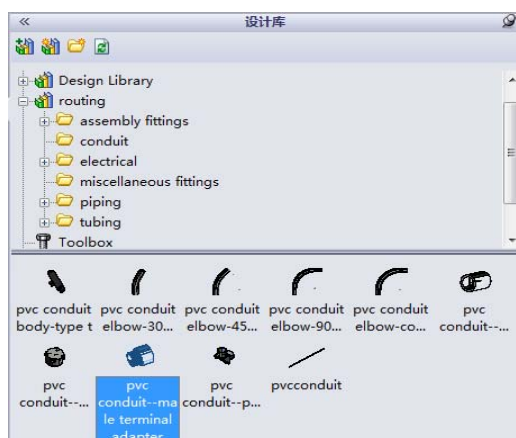
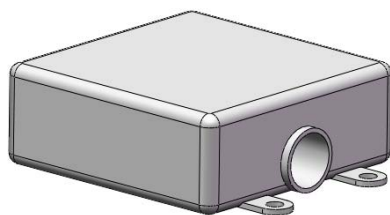
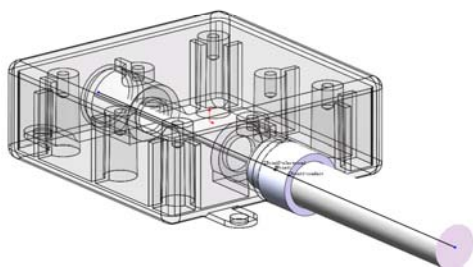
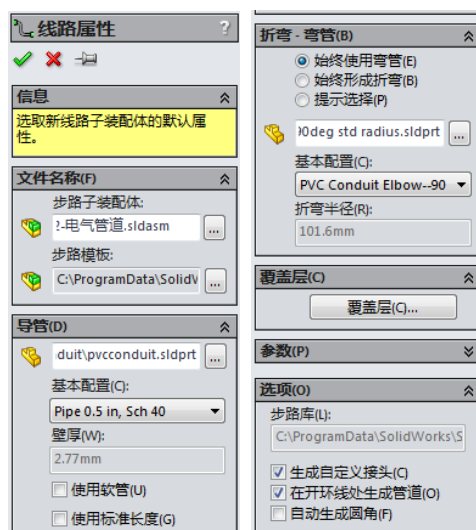

图 18-73 步路设计库
图 18-74 放大视图
图 18-75 右侧孔配合
图 18-76 “线路属性”属性面板
② 浏览到步路库中的 conduit 电气文件夹，如图 18-73 所示。
③ 放大视图到图 18-74 所示的位置，从步路库中的电气文件夹中选取“pvc conduit--male terminal adapter”，如图 18-73 所示。将接头拖动到装配体中并将之与最右侧孔进行配合，如图 18-75 所示。系统弹出图 18-76 所示的“线路属性”属性面板。
④ “线路属性”属性面板采取默认设置，单击“确定”后系统弹出“自动步路”属性面板。保持“自动步路”属性面板为显示状态下，再次从步路库中的电气文件夹中选取“pvc